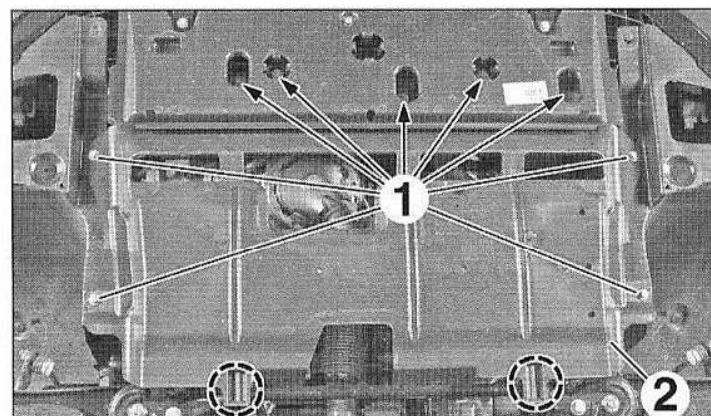

FIG.141
- Selon équipement, déposer les vis (1) (Fig.141).
- Dégrafer et déposer la protection sous moteur (2).